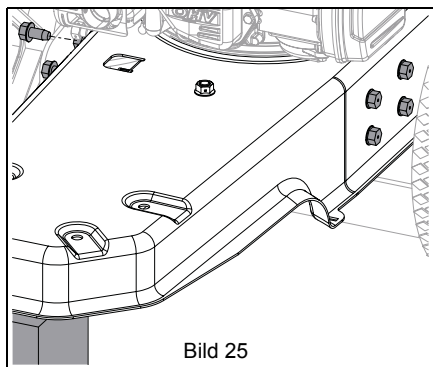

Bild 25
3. Montera ramen på styrstången och hjulen och fäst med åtta sexkantskrudar. Se Bild 25.